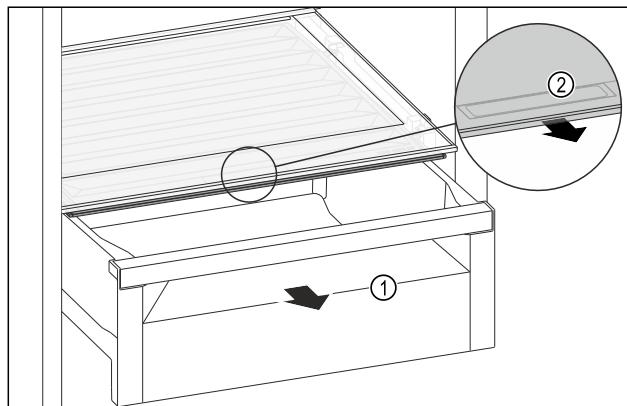

Fig. 124
► Schubfach Fig. 124 (1) herausziehen.
- Griffmulde Fig. 124 (2) am Fachdeckel anfassen und Fachdeckel gleichzeitig nach vorne ziehen.